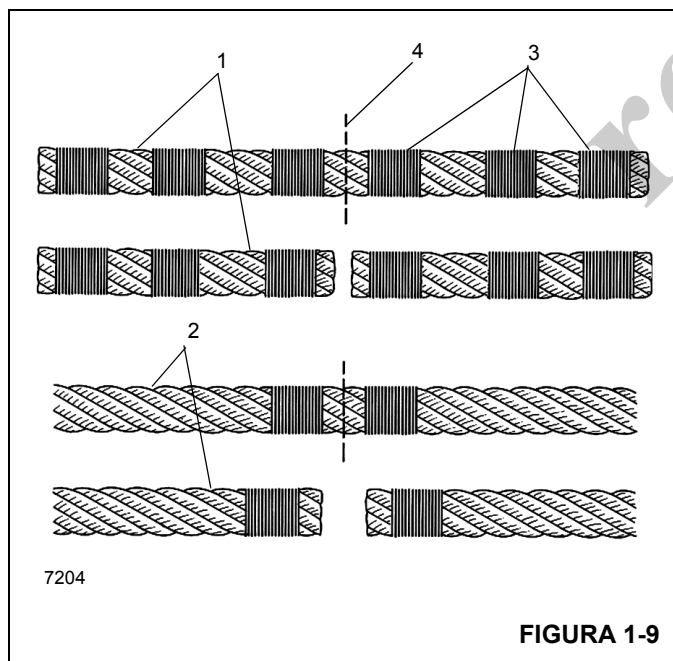

FIGURA 1-9
NOTA: Um cabo de aço não pré-formado (1) (Figura 1-9) deve ter três amarrações (3) feitas em cada lado do corte (4), em comparação com o cabo de aço pré-formado (2).